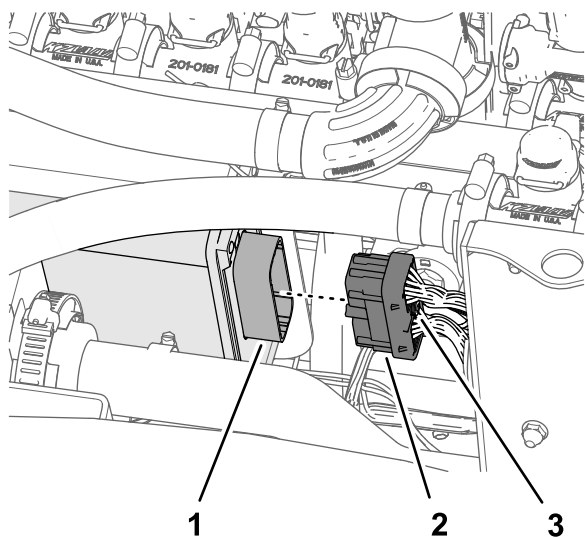

Figura 134
2. Insira o conector de 40 tomadas da secção com 102 cm da cablagem do kit no conector de 40 pinos do controlador de pulverização ASC 10 (Figura 134).
3. Enrosque o parafuso recartilhado do conector de 40 tomadas no conector ASC 10 à mão (Figura 134).